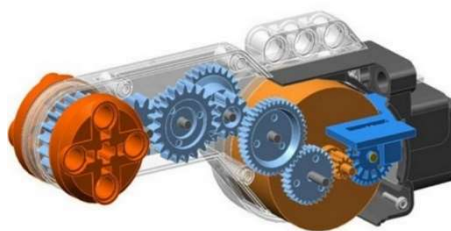

Рисунок 1.4.1.2 – Конструкция простейшего сервомотора.
**Сервомотор** – поворотный привод или линейный привод, который позволяет точно контролировать угловое или линейное положение, а также скорость и ускорение (см. Рисунок 1.4.1.2).